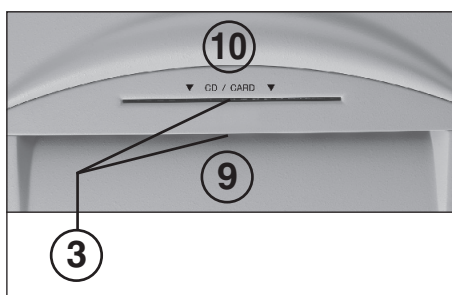

Fig. 2
- 3 = Fotocellula (Fig. 2) (scorrimento in avanti)**
Immettere carta nella taglierina attraverso la bocca apposta (9) (Fig. 2).
I supporti dati (CD, DVD, carte di credito o floppy disc 3,5") devono essere immessi nella taglierina attraverso l'apposita bocca di sicurezza disposta separatamente (10) (Fig. 2).